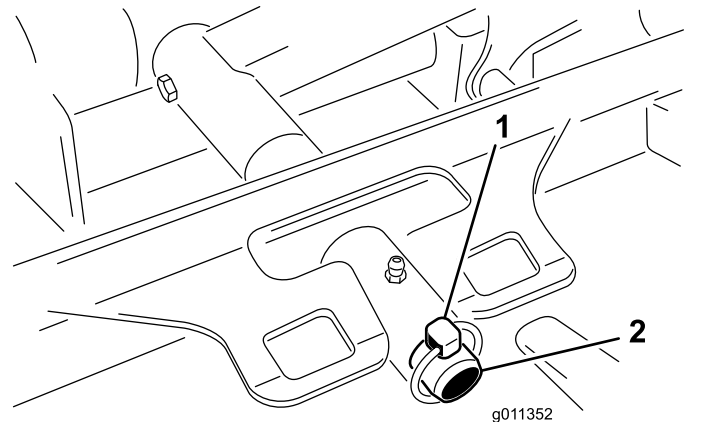

Bild 86
3. Entfernen Sie den Klappstecker (für Groundsmaster 4500-Maschinen) oder die Befestigungsmutter (für Groundsmaster 4700-Maschinen), mit dem bzw. der der Mähwerkträgerahmen am Lagerbolzen des Hubarms befestigt ist (Bild 86).
2. Schieben Sie den Trägerrahmen des Mähwerks auf den Lagerbolzen des Hubarms (Bild 86). Befestigen Sie das Mähwerk mit dem Klappstecker (für Groundsmaster 4500-Maschinen) oder der Befestigungsmutter (für Groundsmaster 4700-Maschinen) am Lagerbolzen.